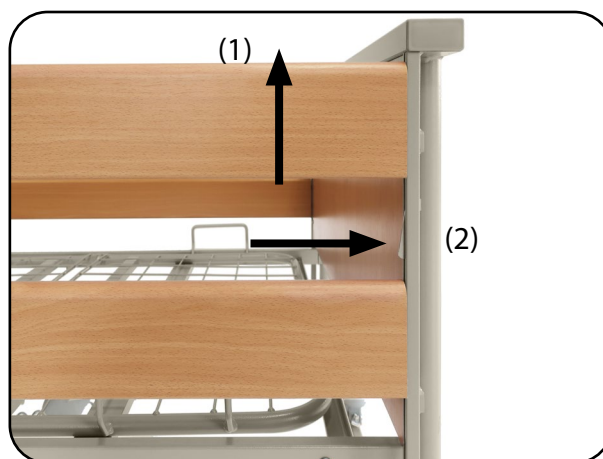

Abb. 8.2.01 - Seitengitter absenken
1. Um die einzelnen Seitengitter abzusenken, heben Sie zuerst den oberen Seitengitterholm an (1), damit die Verriegelung des Auslösehebels freigegeben wird (Abb. 8.2.01).
2. Drücken Sie bei angehobenem oberem Holm den Auslösehebel (2) solange, bis Sie den Holm über die Verriegelung nach unten abgesenkt haben. Lassen Sie dabei die Seitengitter immer langsam und kontrolliert ab (Abb. 8.2.01).